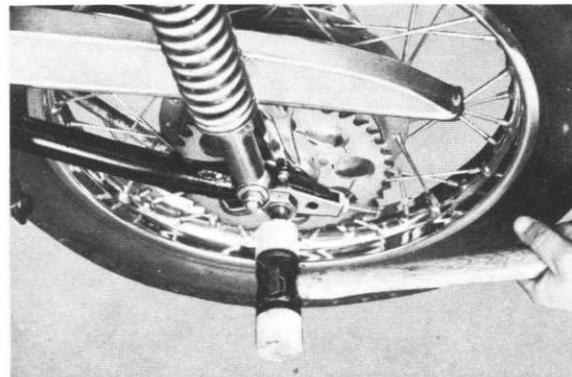

Fig. 5-4-5
- 4) Pull out the rear wheel axle by striking it with a soft-faced hammer. (Fig. 5-4-5)
- 4) Retirez l'axe de roue arrière en la martelant avec un maillet. (Fig. 5-4-5)
- 4) Hinterradachse durch leichtes Schlagen mit einem weichen Hammer heraustreiben. (Abb. 5-4-5)